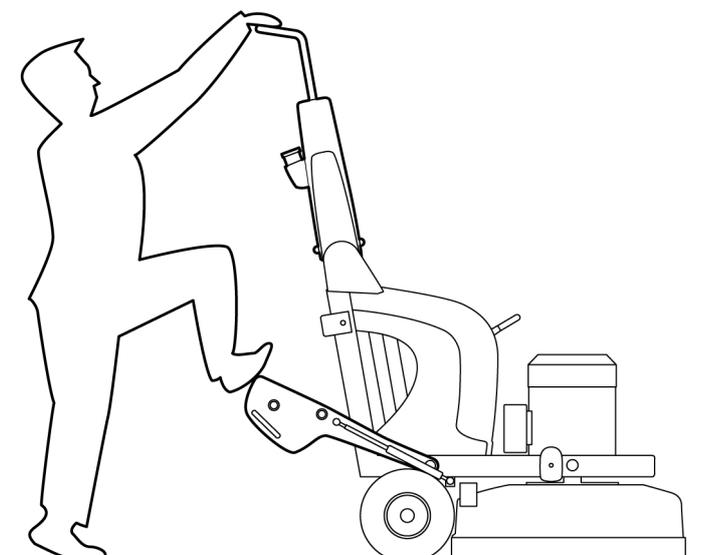

Figure 4-6. Pied sur poids
2. Rabattez les poids en arrière et placez un pied sur un des poids, voir *Figure 4-6, page 16*.